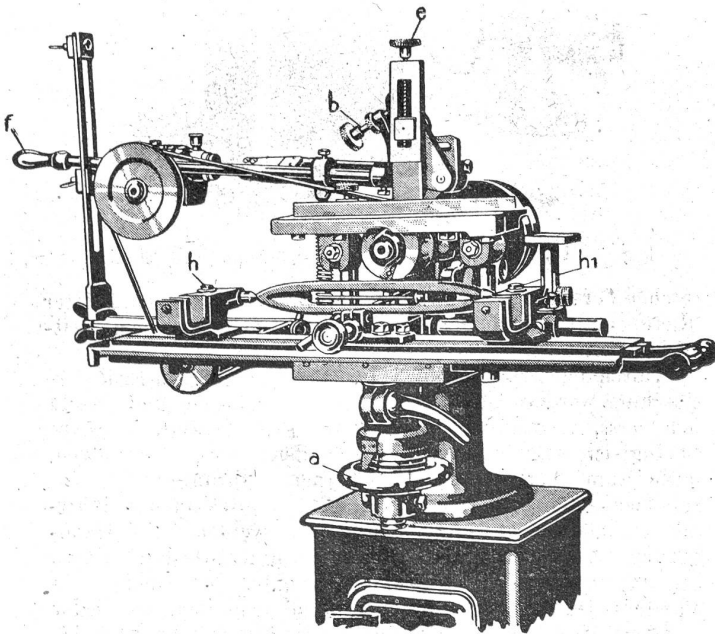

Fig. 2. Webschützen-Egalisiervorrichtung.
1. Für die Webschützen-Egalisier-Vorrichtung: Nachdem der zu egalisierende Schützen (siehe Fig. 2) eingespannt worden ist, wird der Anschlag von unten leicht gegen denselben gepreßt und mittelst der Klemmschraube fixiert. Dieser Anschlag ist derart einstellbar, daß die zu egalisierenden